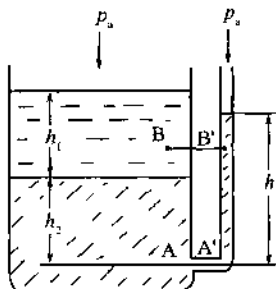

图 1-1
- ① 促进流体流动产生单位速度的剪应力
- ② 流体的物理性质之一,是造成流体内部摩擦的原因
- ③ 影响速度梯度的根由
- ④ 分子间的引力和分子的运动与碰撞,是分子微观运动的一种宏观表现
- ① 重力场中静止流体
- ② 重力场中不可压缩静止流体
- ③ 重力场中不可压缩连续静止流体
- ④ 重力场中不可压缩静止、连通的同一连续流体
22. 如图 1-1 所示的开口容器内盛有油高度为 h_1 和水高度为 h_2 及 h , 则 B 与 B' 点之间压强大小之间的关系为_____ (B 与 B' 点处于同一水平面)。
- ① $p_B > p'_B$
- ② $p_B < p'_B$
- ③ $p_B = p'_B$
- ④ 无法比较